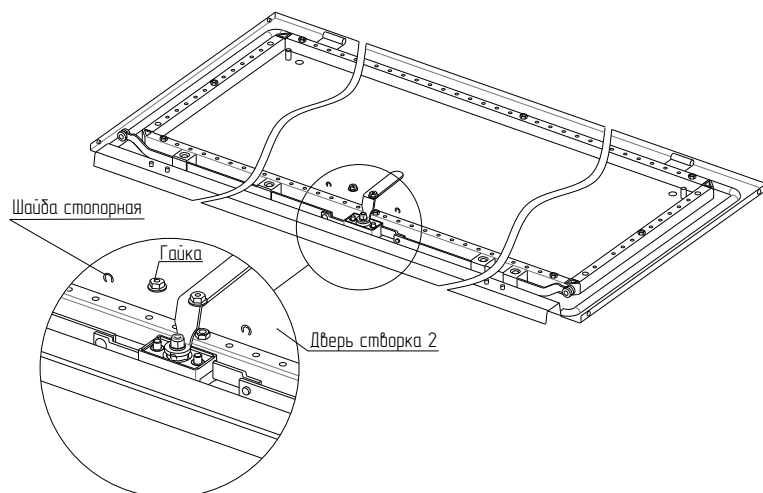

Рисунок 31
4.11.3 Установить замок на шпильки створки 2 двери, закрепить гайками М6 из комплекта, момент затяжки 4 Н·м, надеть ригели двери на направляющие замка и закрепить шайбами стопорными (рисунок 31).